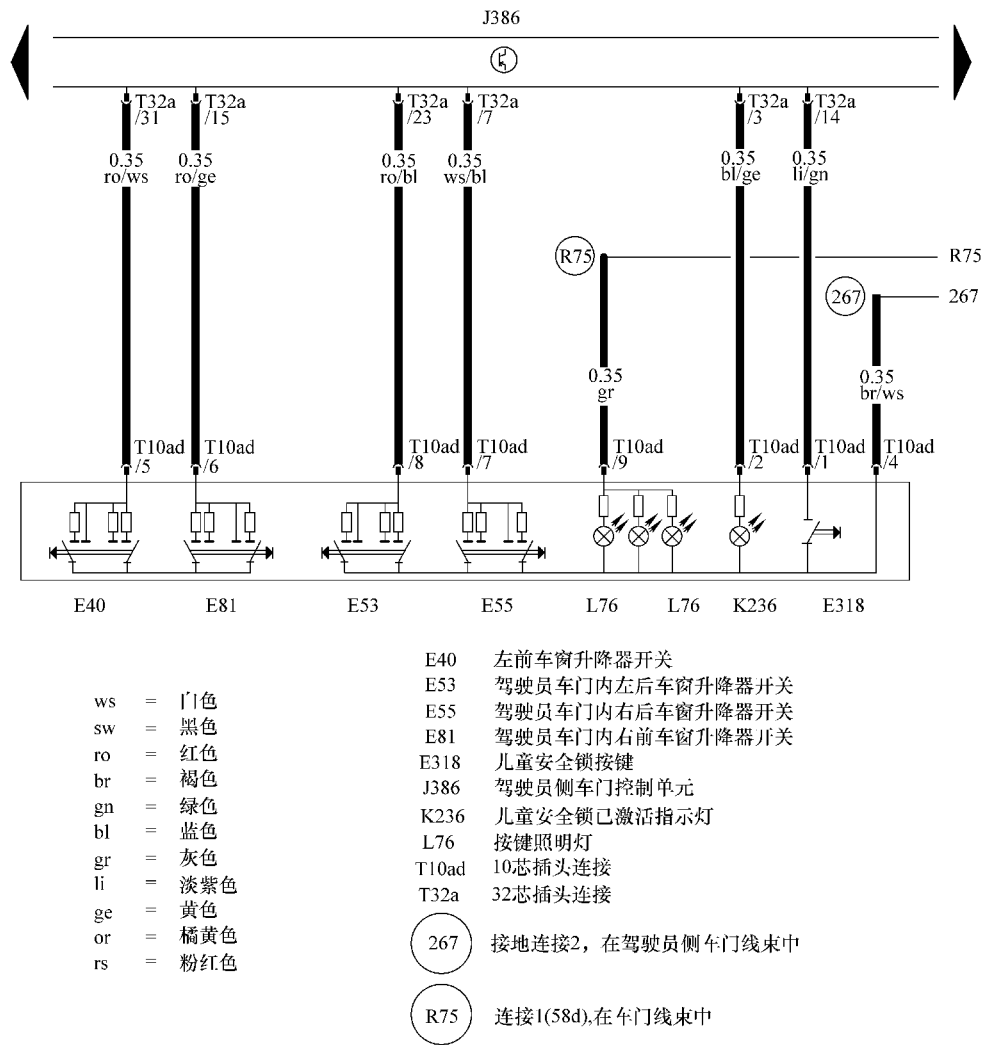

图 4-10 大众高尔夫 A6 轿车驾驶员侧车门控制单元、驾驶员车门内的车窗升降器开关、儿童安全锁按键参考电路
8. 大众高尔夫 A6 轿车驾驶员侧车门控制单元、驾驶员车门内的车窗升降器开关、儿童安全锁按键参考电路（见图 4-10）